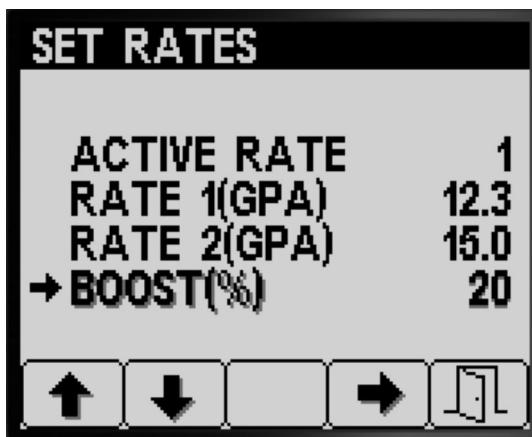

Рисунок 8
1. Нажмите кнопку 1 или 2, чтобы перейти к пункту увеличения интенсивности опрыскивания в процентах (Рисунок 8).